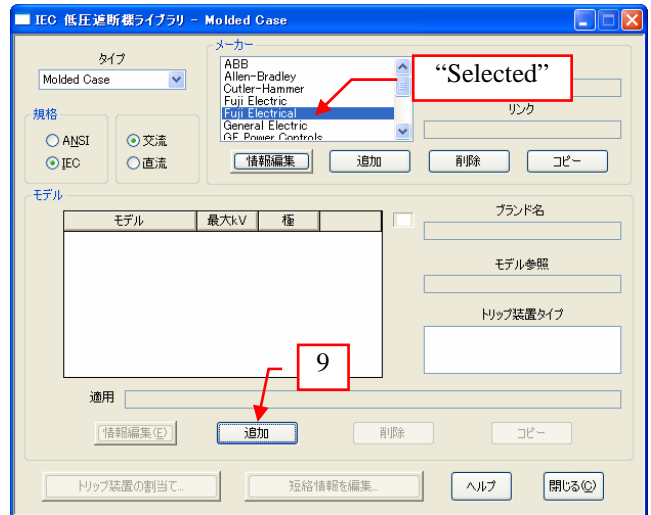

図 8
9. “メーカー” のページに表示された “Fuji Electric” を選択し、“モデル” のページにある “追加” ボタンをクリックします。 図 8 参照